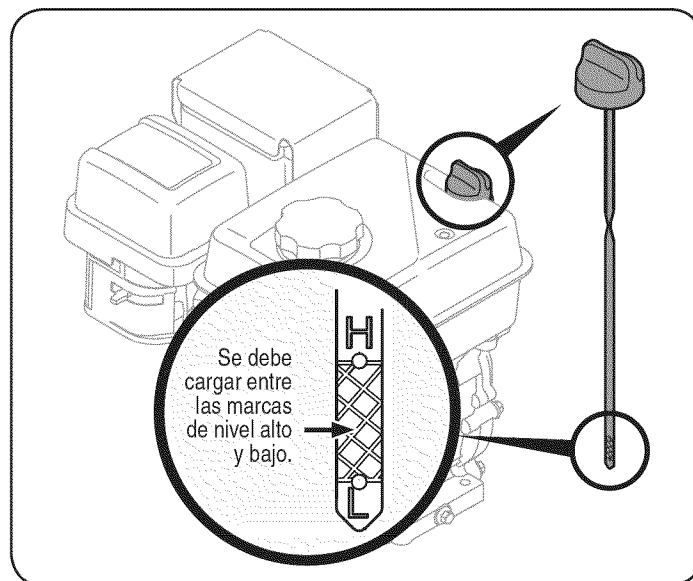

Figura 8
2. Compruebe el nivel de aceite asegurándose que la varilla del nivel de aceite no roce con las paredes interiores del tubo de llenado de aceite. De hacerlo se puede producir una lectura falsa de la varilla del nivel de aceite. Recargue hasta que quede entre las marcas de nivel ALTO (H) y nivel BAJO (L) de la varilla del nivel de aceite, si es necesario. Vuelva a colocar la varilla y ajuste. Vea la Figura 8.
3. Controle el nivel de líquido con la varilla de nivel. Vea la Figura 8. No llene el depósito en exceso.